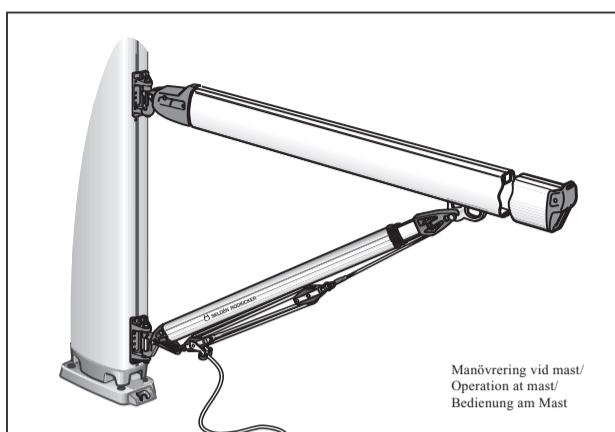

Fig. 1
1. Nehmen Sie die Auflagefeder ③ ab, indem Sie gleichzeitig die beiden Arretierungsknöpfe drücken.
2. Ziehen Sie das innere Rohr ② heraus.
3. Nehmen Sie den unteren Endbeschlag aus dem äußeren Rohr ①.
4. Setzen Sie die obere Buchse ④ in die Distanzhülse ⑧ ein.
6. Schrauben Sie das dicke Ende der Gasdruckfeder in den oberen Endbeschlag ④.
7. Schrauben Sie das dünne Ende der Gasdruckfeder in den unteren Endbeschlag ⑥, gemäß Abb. 1. Stellen Sie die Endstücke so auf, dass die Nuten nach oben zeigen.
8. Halten Sie den Draht etwas gespannt und führen Sie dann die Gasdruckfeder mit dem unteren Endbeschlag in das dicke Rohr. Achten Sie darauf, dass der Führungsbeschlag ⑦ richtig auf dem inneren Rohr liegt.
9. Schieben Sie die Auflagefeder ③ mit den Arretierungsknöpfen wieder in das äußere Rohr.
10. Führen Sie das kleinere ② in das größere Profil ①. Stellen Sie sicher, dass die Führungsbuchse ⑦ korrekt auf dem kleineren Profil 1 liegt.
11. Schieben Sie die Feder ③ auf das größere Profil 1 bis sie einrastet.